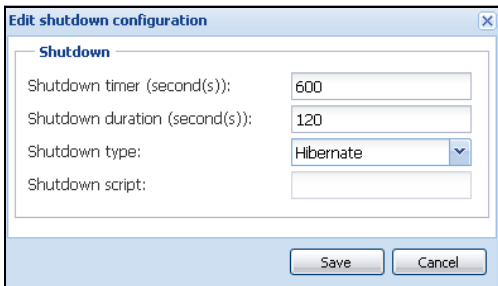

Abbildung 89. Dialogfeld „Edit Shutdown Configuration“ (Konfiguration zum Herunterfahren bearbeiten)
- Abbildung 89 veranschaulicht die Dell MUMC-Standardkonfiguration, die über **Settings > Shutdown > Edit Shutdown Configuration** (Einstellungen > Herunterfahren > Konfiguration zum Herunterfahren bearbeiten) abgerufen werden kann.